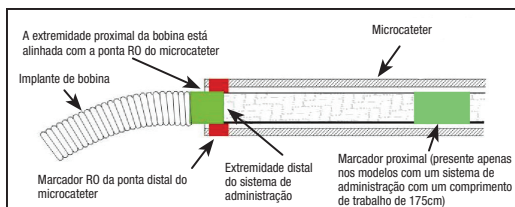

Figura 4 – Posição das tiras marcadoras para separação
29. Avance a bobina para o local pretendido até o marcador radiopaco proximal no sistema de administração ficar alinhado ou ligeiramente distal em relação ao marcador RO da ponta distal do microcaterter, posicionando a zona de separação imediatamente fora da ponta do microcaterter. Consulte a Figura 4.